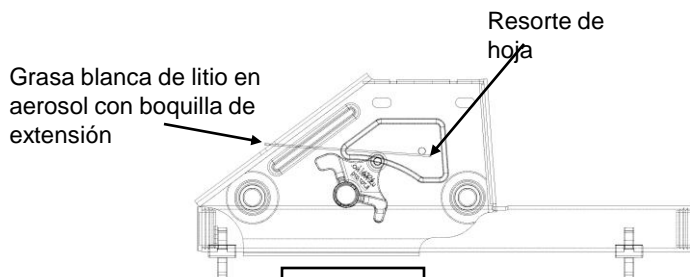

Figura 7
2. Antes de instalar el deslizador de quinta rueda REESE™, el resorte de hoja debe engrasarse con grasa blanca de litio o equivalente (ver Figura 7). Para mejores resultados, use grasa blanca de litio en aerosol con boquilla de extensión. ¡Verifique que cubre la parte inferior total del resorte! Repita la aplicación mensualmente durante el uso.